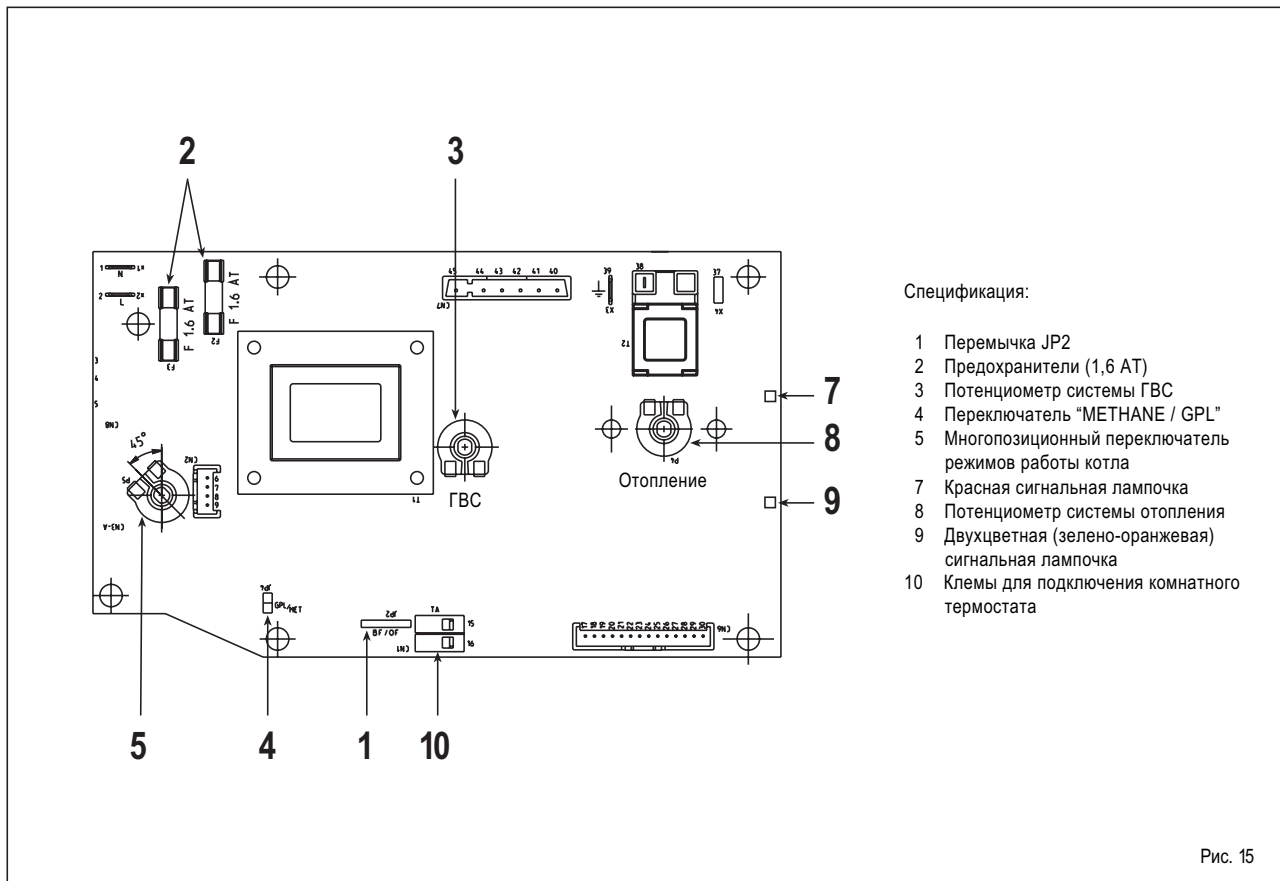

Рис. 15
Электронная плата снабжена следующими механизмами (рис.15):
- Замените форсунки (6) на поставляемые в комплекте для замены, предварительно установив уплотнительное кольцо (4). Используйте для этих операций гаечный ключ $\varnothing 7$ мм.
- переставьте переключку "METANO/GPL" (4 рис. 15) так, чтобы замкнуть оба контакта (положение "GPL").